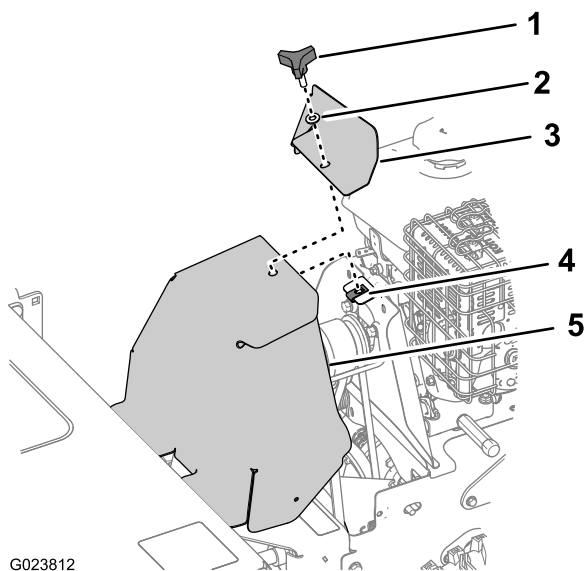

Рисунок 38
- Снимите ручку и шайбу, которые крепят кожух двигателя и кожух ремня к машине (Рисунок 38).